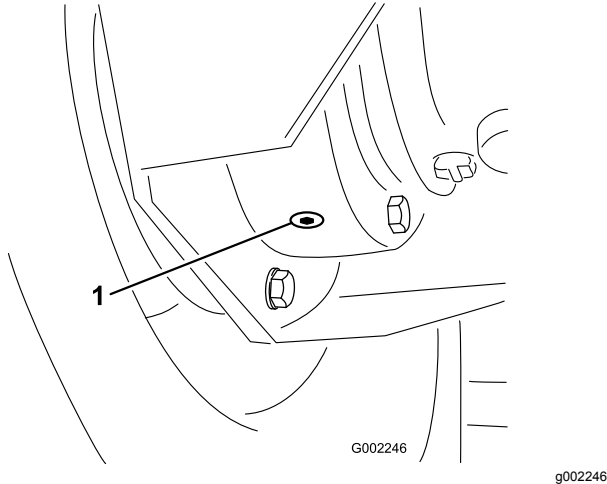

Figura 81
- Coloque um recipiente de drenagem debaixo do tampão de escoamento interior e retire-o (Figura 81).